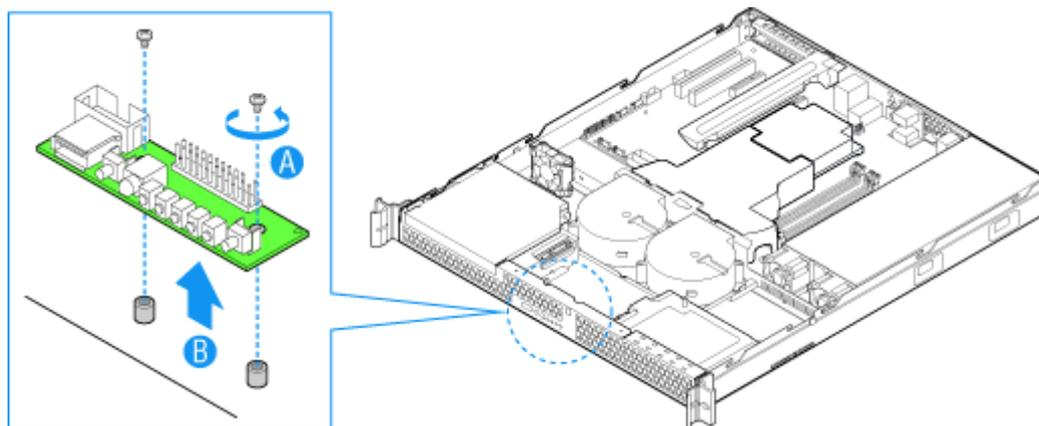

Figure 129: Retrait de la carte du panneau avant
6. Retirez les deux vis fixant la carte du panneau avant au serveur. Reportez-vous à la lettre 'A' dans la Figure 129.